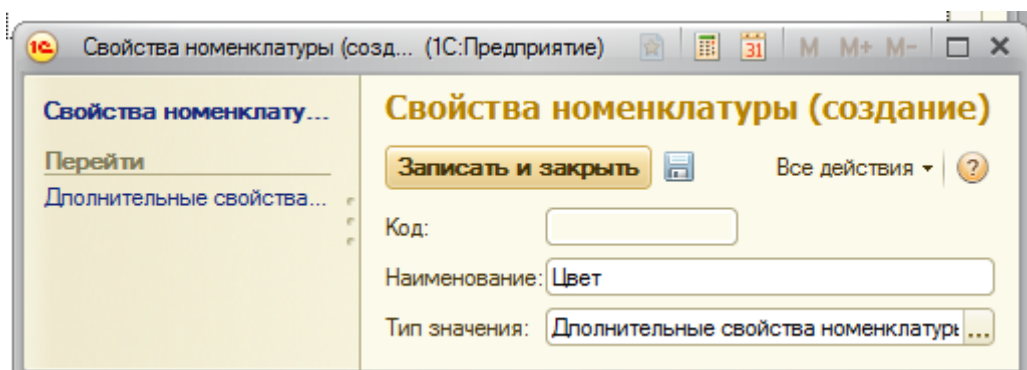

Рисунок 6.23 Создание наименование свойства номенклатуры
5. Нажать на кнопку **Создать**. В открывшемся окне создать свойство **Цвет** (рис. 6.23)